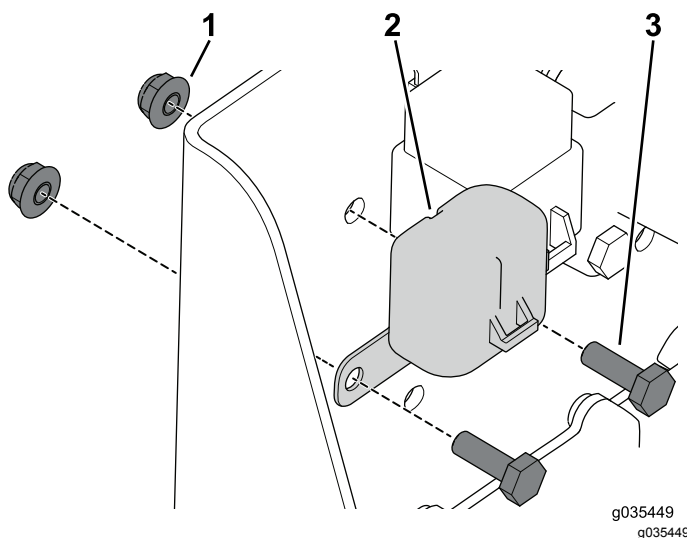

Figure 14
- Fixez le capuchon de fusible à l'aide des 2 boulons (1/2 x 3/4") et écrous à embase (Figure 14).